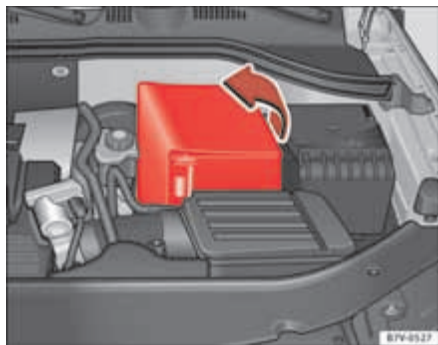

Abb. 171 Im Motorraum: Aufklappen der Manschette der Fahrzeugbatterie.
- *Bei einer Manschette:* Die Abdeckung zur Seite wegklappen ⇒ **Abb. 171**.